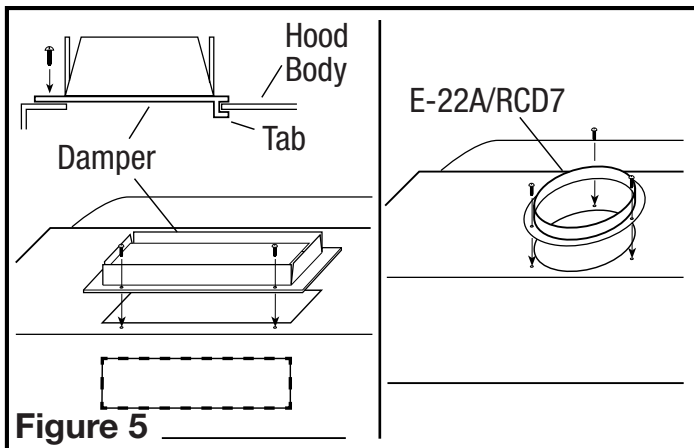

Figure 5
- Pour un conduit vertical ou horizontal de 8,25 x 25,4 cm (3-1/4 po x 10 po), installer l'assemblage de clapet à la hotte en glissant la section à onglets du clapet sous le corps de la hotte et en vissant les deux vis fournies. Pour un conduit rond de 17,78 cm (7 po), fixer soit un clapet modèle E-22a ou RDC7 (non inclus) à la hotte avec les 3 vis fournies (**Figure 5**).